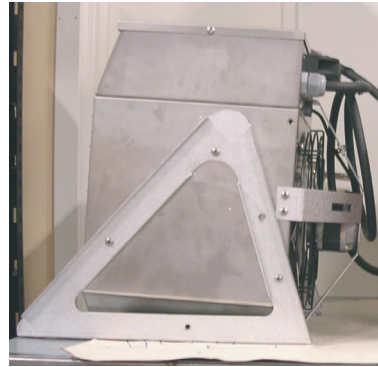

Fig. 6
6. Закрепите опоры на корпусе тепловентилятора как показано на Рис.6 на стр.3.